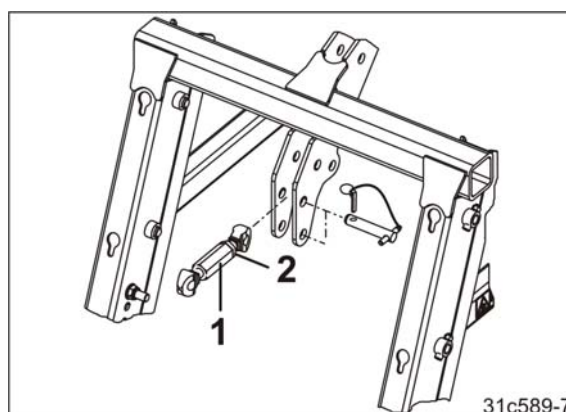

Bild 109
8. Fäst toppstången (Bild 109/1) på såmaskinens övre ledpunkt (kat. II).
10. Justera såmaskinen rakt genom att förlänga eller förkorta toppstången. Säkra inställningen av toppstången med kontramuttern (Bild 109/2).